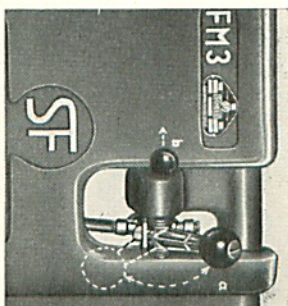

Bild 25
**Clamping:** To clamp the work, the red switch lever (b) is pulled out while simultaneously the black lever (a) is pushed down (refer to Fig. 25).
- 3) Soupape de commande (fig. 25).
**Serrage:** pour le serrage, tirer vers l'extérieur la manette rouge (b) en abaissant simultanément la manette noire (a) (fig. 25).
- 3) Spannventil: (Bild 25)
**Spannen:** Zum Spannen wird der rote Schalthebel (b) herausgezogen und gleichzeitig der schwarze Schalthebel (a) nach unten gedrückt (vgl. Bild 25).